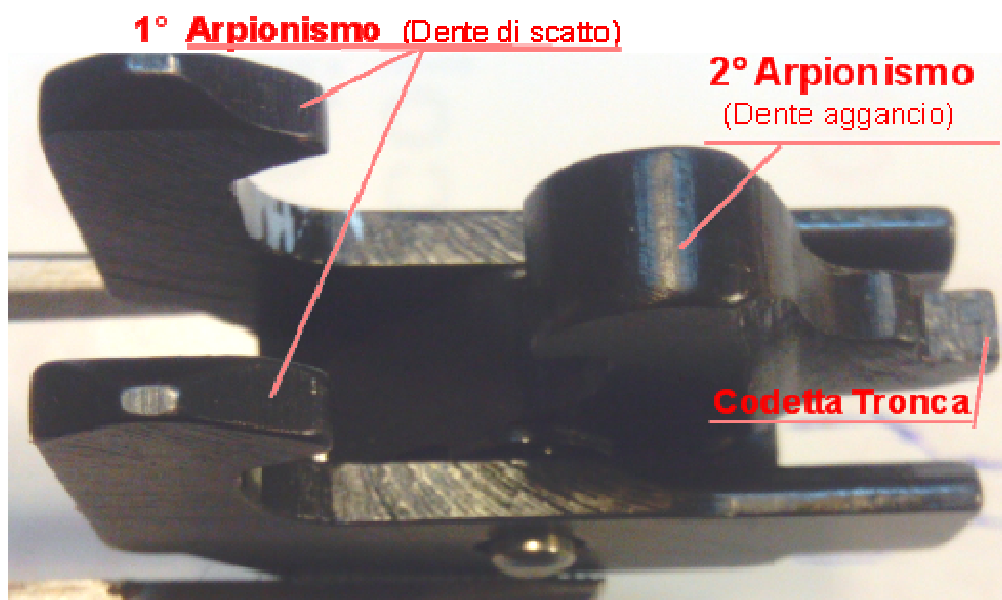

Figura 1: “Dente di scatto” e “Dente di aggancio o arresto”
- a) il dente di scatto (1° arpionismo in Figura 1 ed elemento ROSSO in Figure 3 e 4), serve a sganciare il cane armato e pronto per lo sparo (elemento BLU in Figura 3);
- b) il dente d’arresto (2° arpionismo in Figura 1 ed elemento GRIGIO in Figure 3 e 4), svolge la funzione di tenere bloccato il cane, quando dopo lo sparo l’otturatore lo riarma nella fase di arretramento e mentre il grilletto è tenuto ancora premuto dal tiratore, al rilascio del grilletto il cane libera il dente d’arresto e l’arpionismo del cane transita sul dente di scatto pronto per un nuovo sparo. Accade nelle armi semiautomatiche che per usura del dente d’arresto il cane non trattenuto possa provocare un tiro a raffica occasionale.